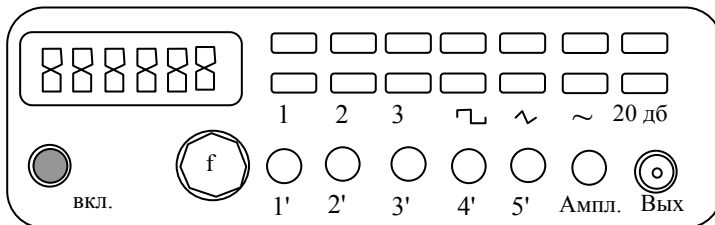

Рис. 26. Генератор GFG 8255
3) **Генератор GFG 8255** (рис. 26) – цифровой функциональный генератор (генератор сигналов специальной формы), способный выдавать сигналы в диапазоне до 5 МГц синусоидальной, прямоугольной и треугольной формы. Амплитуда выходного сигнала (на нагрузке 50 Ом) регулируется и достигает 5 В (реально несколько выше). Кроме того, генератор способен работать в режиме качающейся частоты (*сweeping* сигнала).